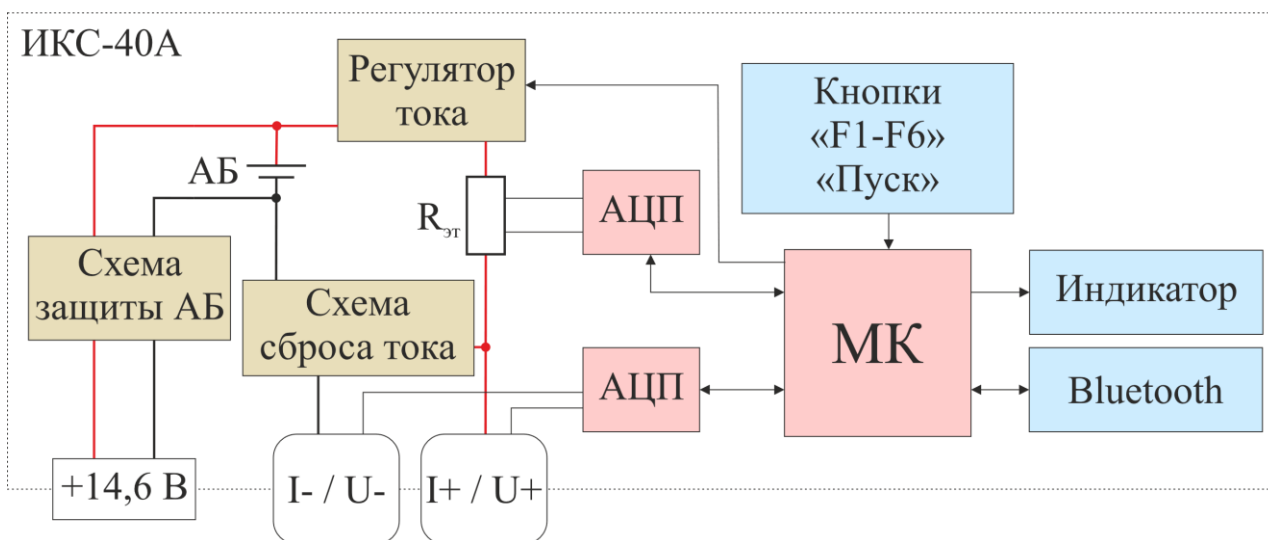

Рис. 1 Упрощенная блок-схема микроомметра
1.4.1. Упрощенная блок-схема микроомметра приведена на рис. 1.